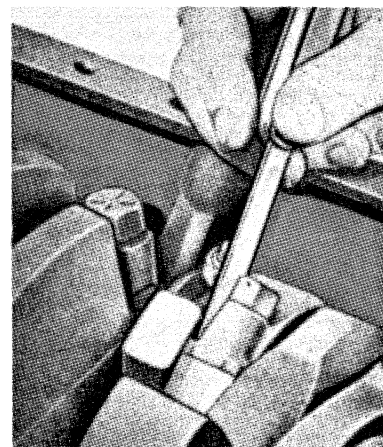

Fig. 38 — Holgura Lateral de Biela. Típico
8. Después que se han instalado los émbolos y las bielas, mida la holgura lateral entre la biela y la cara lateral del muñón del cigüeñal (Fig. 38).